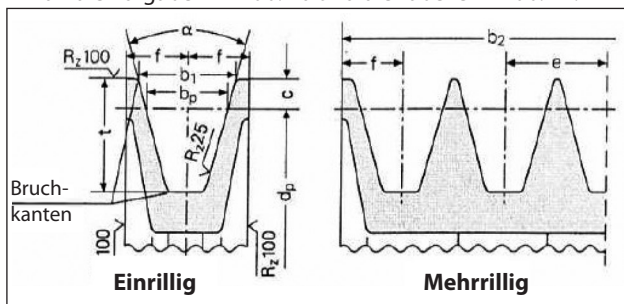

Abb. 10
- a) Verwenden Sie Riemenscheiben für Keilriemen mit den vom Riemenhersteller vorgeschriebenen / empfohlenen Rillenmaßen. In Ermangelung dieser Werte halten Sie sich an die Vorgaben in Abb. 10 und die Tabelle in Abb. 11.